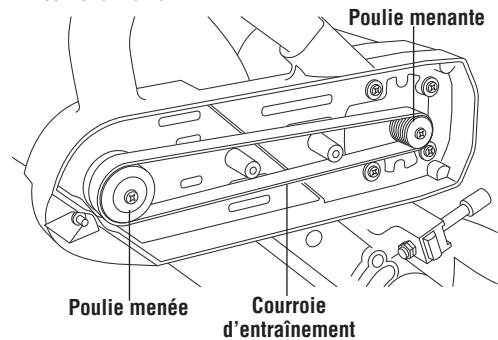

Figure 44. Remplacement de la courroie
3. Coupez et enlevez la courroie usée (Figure 44). Avant d'installer la courroie neuve, nettoyez bien les deux poulies.